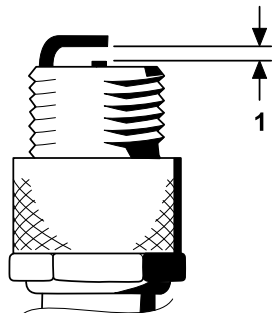

Figure 35
- Réglez l'écartement entre les électrodes centrale et latérale à 0,76 mm, comme montré à la Figure 35.